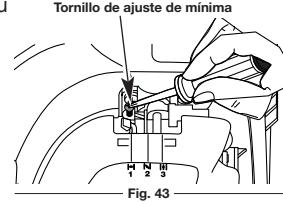

Fig. 43
La velocidad mínima del motor puede ser ajustada. Puede tener acceso al tornillo de ajuste de mínima a través de un orificio en la parte superior de la cubierta del motor (Fig. 43).
2. Suelte el gatillo del regulador y deje que el motor funcione en mínima. Si el motor se para, inserte un destornillador Phillips pequeño en el orificio de la cubierta del motor (Fig. 43). Gire el tornillo de mínima hacia adentro, en sentido horario, de a 1/8 de vuelta por vez (según sea necesario) hasta que el motor funcione en mínima suavemente.